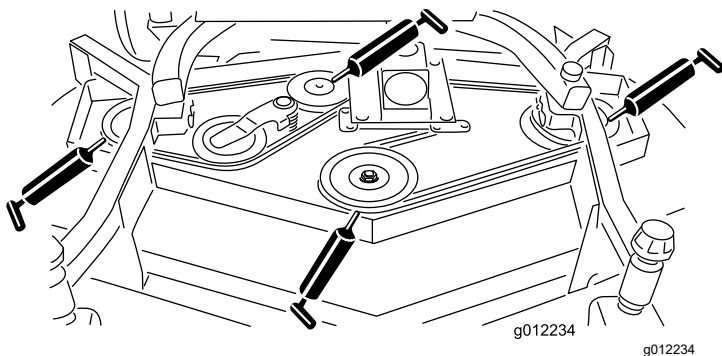

图 20
- 锭轴轴承3 个——位于皮带轮下方 图 20
- 怠轮臂轴轴承 图 20